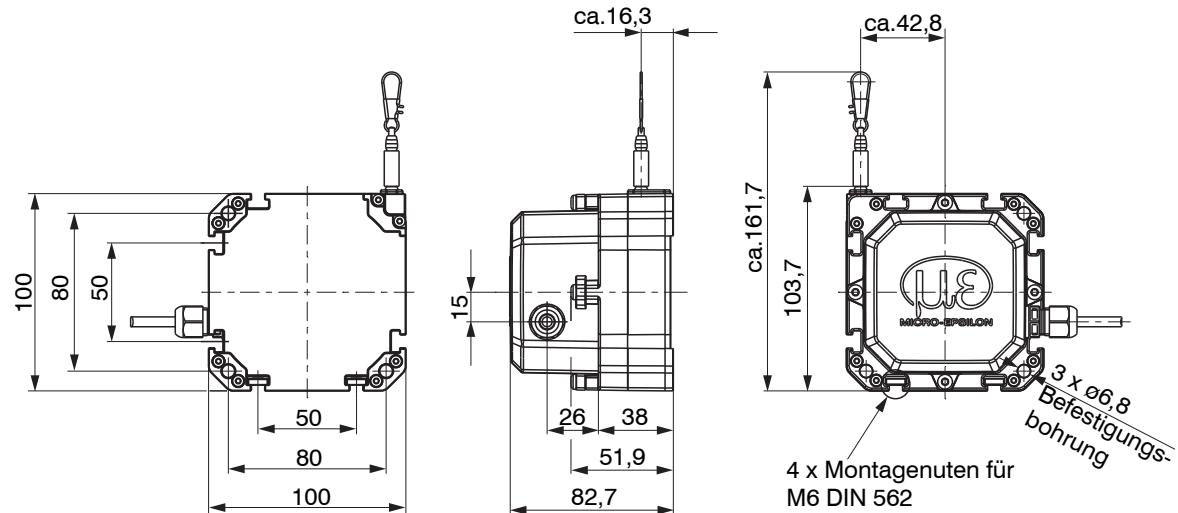
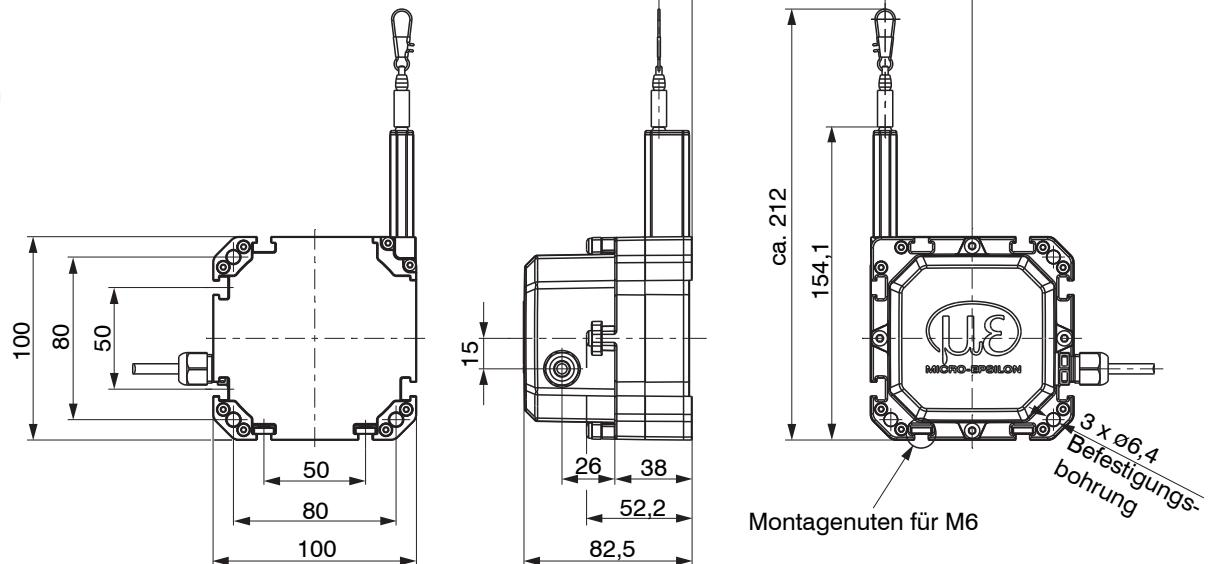

Abb. 2 Maßzeichnung WPS-1500-K100, WPS-2500-K100 mit integriertem Kabel, radial, Länge 1 m,
Abb. 3 Maßzeichnung WPS-3500-K100, WPS-5000-K100, WPS-8000-K100 mit integriertem Kabel, radial,
- Montieren Sie den Sensor entweder mit M6 Schrauben (Durchgangsbohrung) oder mit Nutensteinen (Montagenuten) gemäß den Angaben folgender Tabelle und gemäß folgender Abbildungen, siehe Abb. 2, siehe Abb. 3.